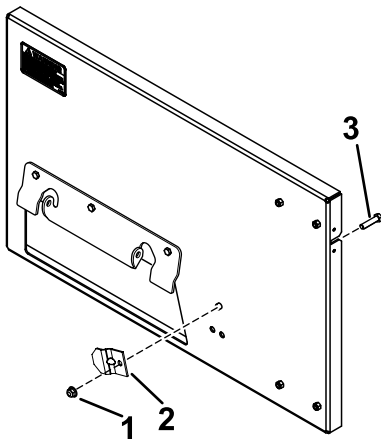

**Bild 2**
2. Befestigen Sie die Befestigungshalterung mit drei Schrauben ( $\frac{1}{4}$ " x  $\frac{5}{8}$ " ) und drei Sicherungsmuttern ( $\frac{1}{4}$ " ) an der Rückplatte; Bild 2.